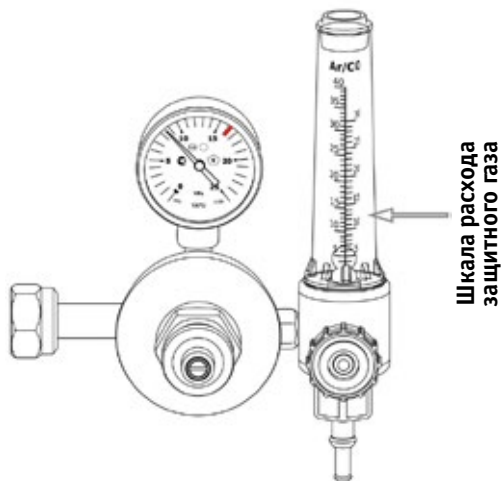

Рис. 12.1.3. Расход защитного газа.
6. С помощью регулятора (см. рис. 12.1.3) установите необходимый расход защитного газа (от 4 до 25 л/мин в зависимости от выполняемых задач или см. таблицу 12.11.3).